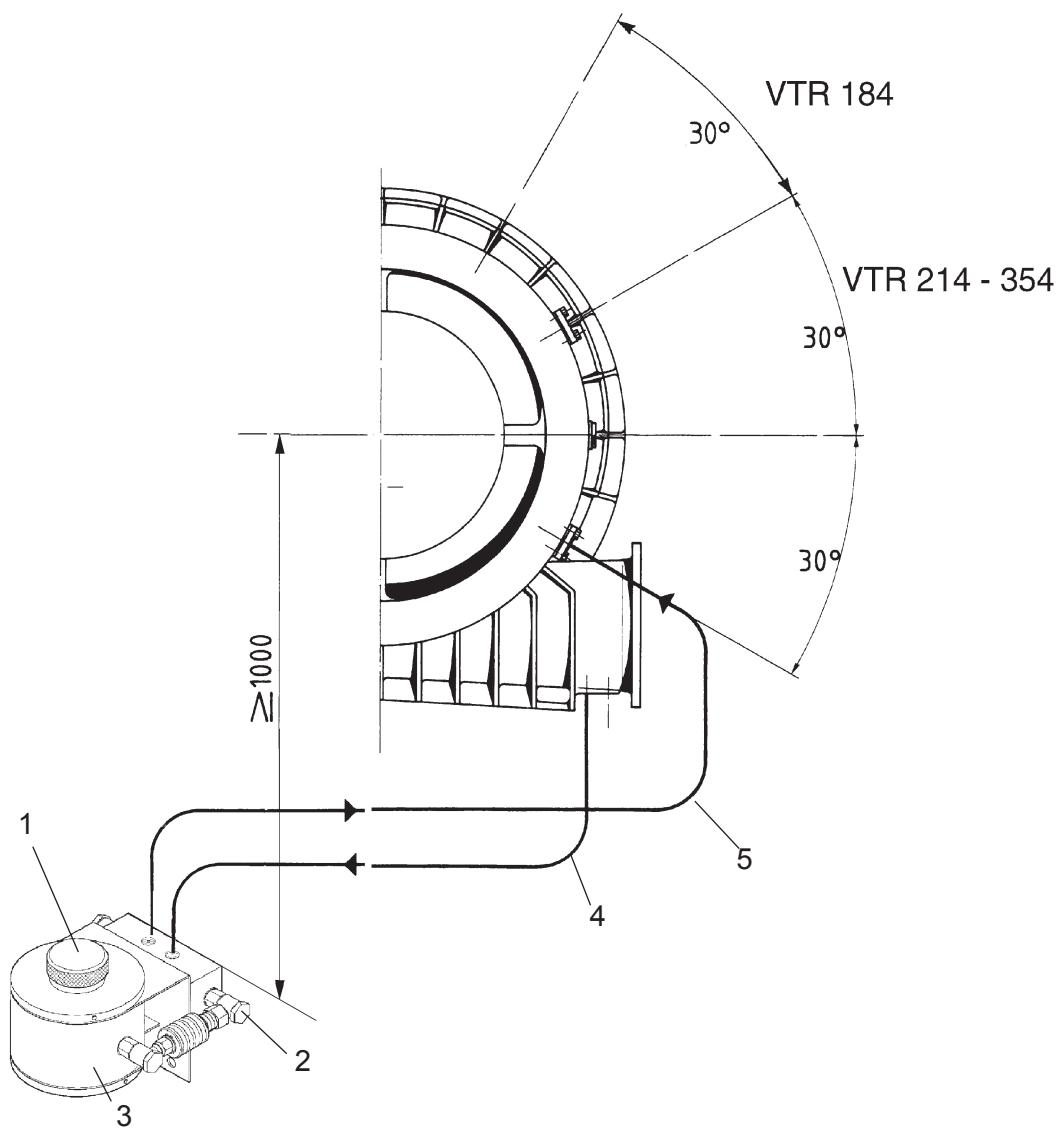

Fig. 3-13
Auf keinen Fall darf das Einspritzröhrenchen über einen Hahn direkt an eine Wasserleitung oder ein grösseres Dosiergefäß (27000) als mitgeliefert ange schlossen werden (s. Fig 3-13). Dies um zu vermeiden, dass unkontrollierte Wassermengen in den Lader und in den Motor gelangen. Dies kann zu grossen Schäden führen.
The injection tube must under no circumstances be connected via a cock directly to a water pipe or a larger dosing vessel (27000) than supplied (see fig. 3-13). This prevents uncontrolled amounts of water entering the turbocharger and engine, which can result in major damage.
1. Verschlussstopfen (1) ausschrauben (s.Fig.3-13).
2. Gefäß (3) mit der in Tabelle angegebener Wassermenge füllen.
1. Remove the screw (1) (see fig. 3-13).
2. Fill the vessel (3) with the volume of water as set out in the table.
3. After filling tighten the screw plug (1).
4. Actuate the valve lever (2) towards the spring and hold it for about 10 seconds until all the water has been injected.